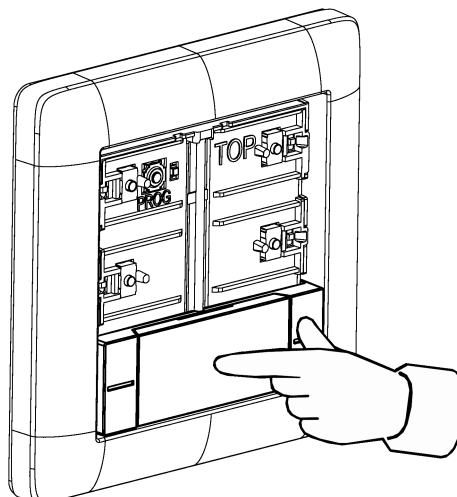

Imagen 7: Presionar el centro del interruptor basculante de mando
- Presionar el centro del interruptor basculante de mando (Imagen 7).